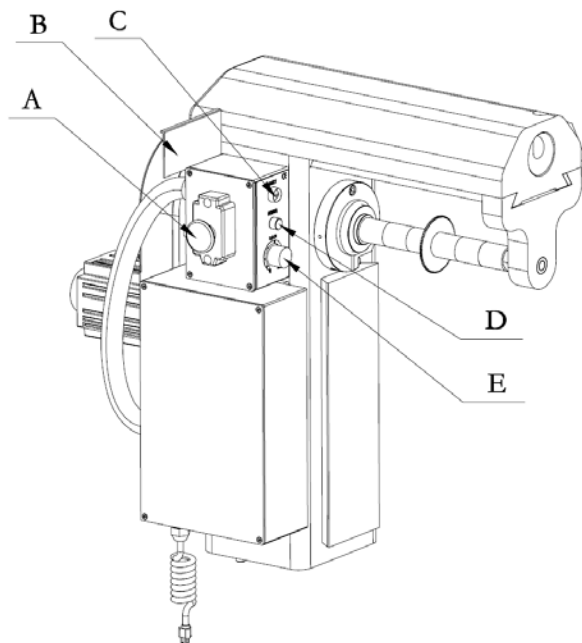

Рис.3
Откройте крышку аварийного выключателя (А, Рис.3) и нажмите на зеленую кнопку.
Для начала работы станка СЛЕГКА поверните рукоятку изменения частоты вращения (Е, Рис.3) по часовой стрелке. Будет слышан щелчок включения питания двигателя, однако шпиндель не будет вращаться до тех пор, пока рукоятка (Е, Рис.3) не будет повернута по часовой стрелке еще немного. Частота вращения будет увеличиваться поворотом рукоятки прогрессивно. Станок должен проработать 5 минут, за время которых частоту вращения шпинделя надо повысить до максимального значения. Проработав 2 минуты в таком режиме надо остановить станок и отключить питание.
В случае перегрузки двигателя, происходит его отключение, при этом загорается индикатор перегрузки желтого цвета (С, Рис.3).
- 3) повернуть рукоятку (Е, Рис.3) влево, до щелчка (упора)